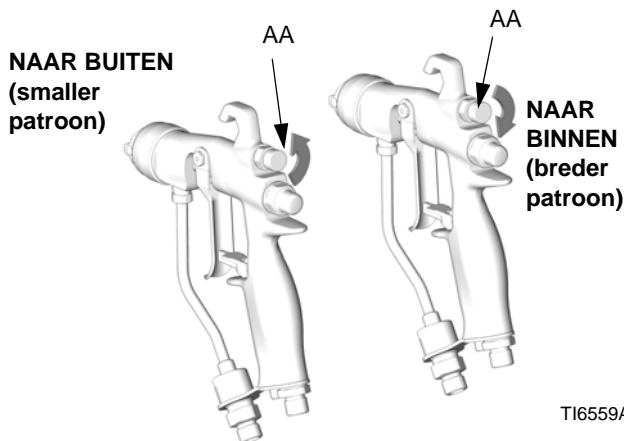

FIG. 5. Knop patroonlucht
1. Zie FIG. 5. Sluit de patroonaanpassingslucht af door de knop (AA) helemaal rechtsom (in) te draaien. Hiermee wordt het breedste patroon voor het pistool ingesteld.
3. Zie FIG. 5. Draai voor een smaller patroon de patroonstelknop (AA) linksom (uit). Als het patroon nog niet smal genoeg is, voert u de luchtdruk in het pistool een beetje op of gebruikt u een ander spuittipformaat.